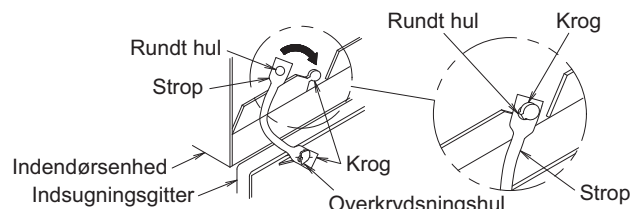

Fig. 38
- Ved montering af indsugningsgitteret skal man hægte gitterets strop på ophængningsdelen på indendørsenheden, som vist i fig. 38.